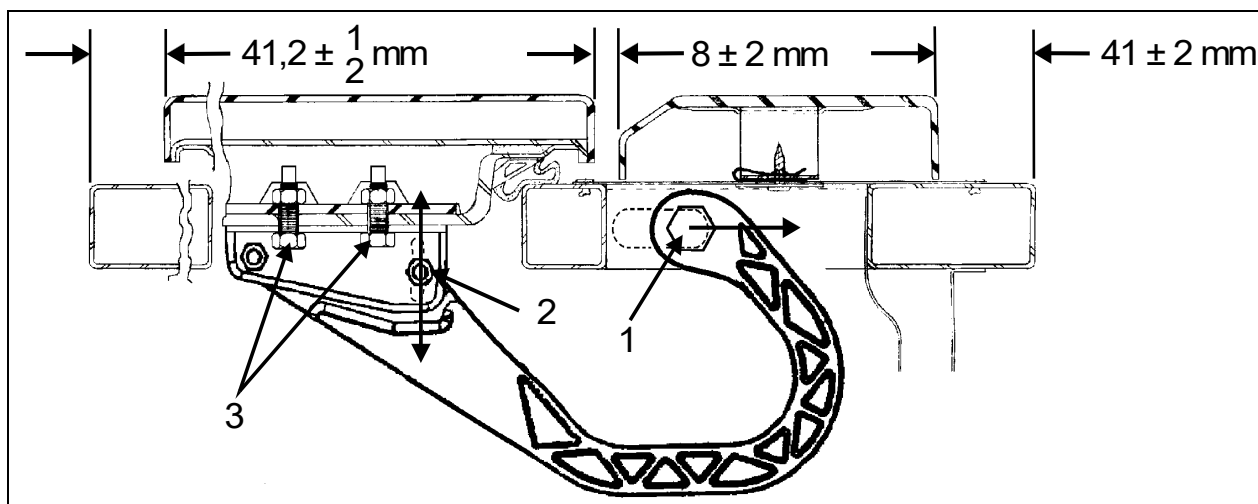

FIGURE 81: PORTE DE L'ÉVAPORATEUR
2. Desserrer l'écrou (1, Figure 81).
4. Serrer l'écrou (1, Figure 81).
5. Desserrer l'écrou (2, Figure 81). La charnière permet à la porte de bouger vers l'intérieur ou l'extérieur.
7. Desserrer les vis (3, Figure 81). Les vis permettent de déplacer la porte vers le haut ou le bas.